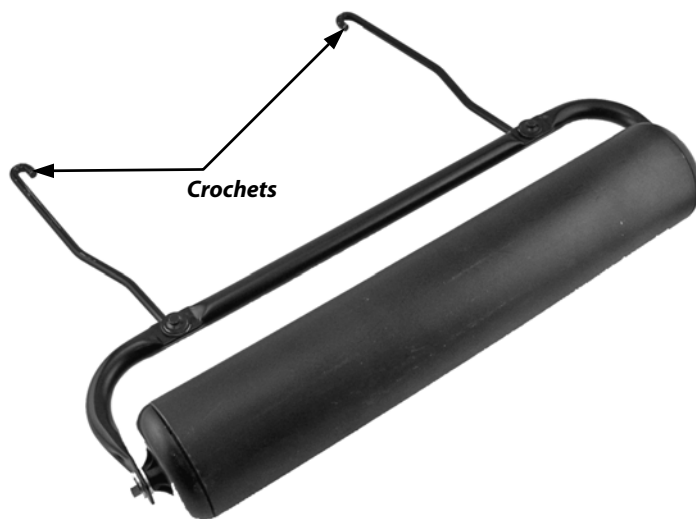
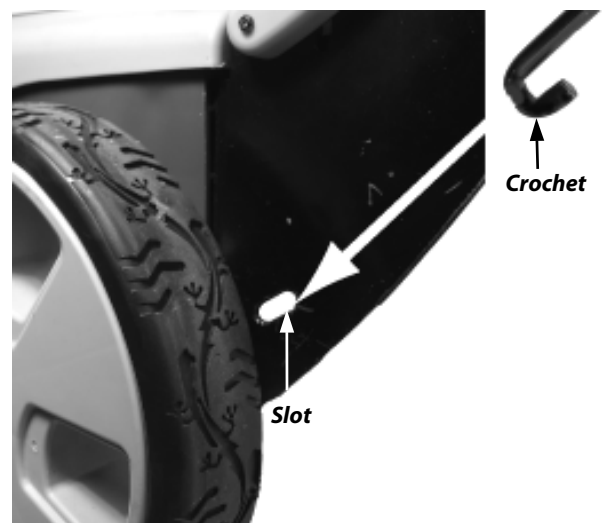

Figure 1
Figure 2
Le rouleau traceur (**Figure 1**) se fixe facilement avec des crochets enfoncés dans les fentes préformées (une de chaque côté) à l'arrière de la tondeuse NEUTON (**Figure 2**). Vous pouvez utiliser soit l'ensacheuse (recommandée) soit la plaque de déchiquetage (mais pas la goulotte d'éjection latérale) avec le rouleau traceur.
7. Insérez les crochets dans les fentes prévues à l'arrière de la tondeuse (**Figure 2** à la page précédente).